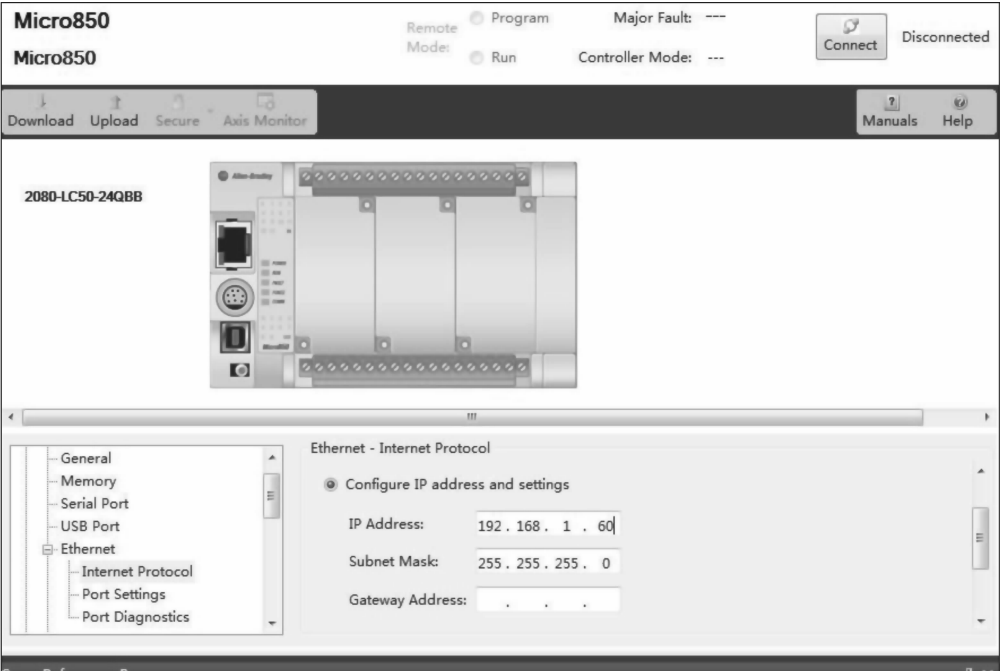

图 9-11 设置 IP 地址
2) 首先将 Micro850 与 CompactLogix 的 IP 地址设在同一网段。例如 CompactLogix IP 地址为 192.168.1.99，那么 Micro850 的 IP 地址可设置为 192.168.1.60，子网掩码为 255.255.255.0，如图 9-11 所示。